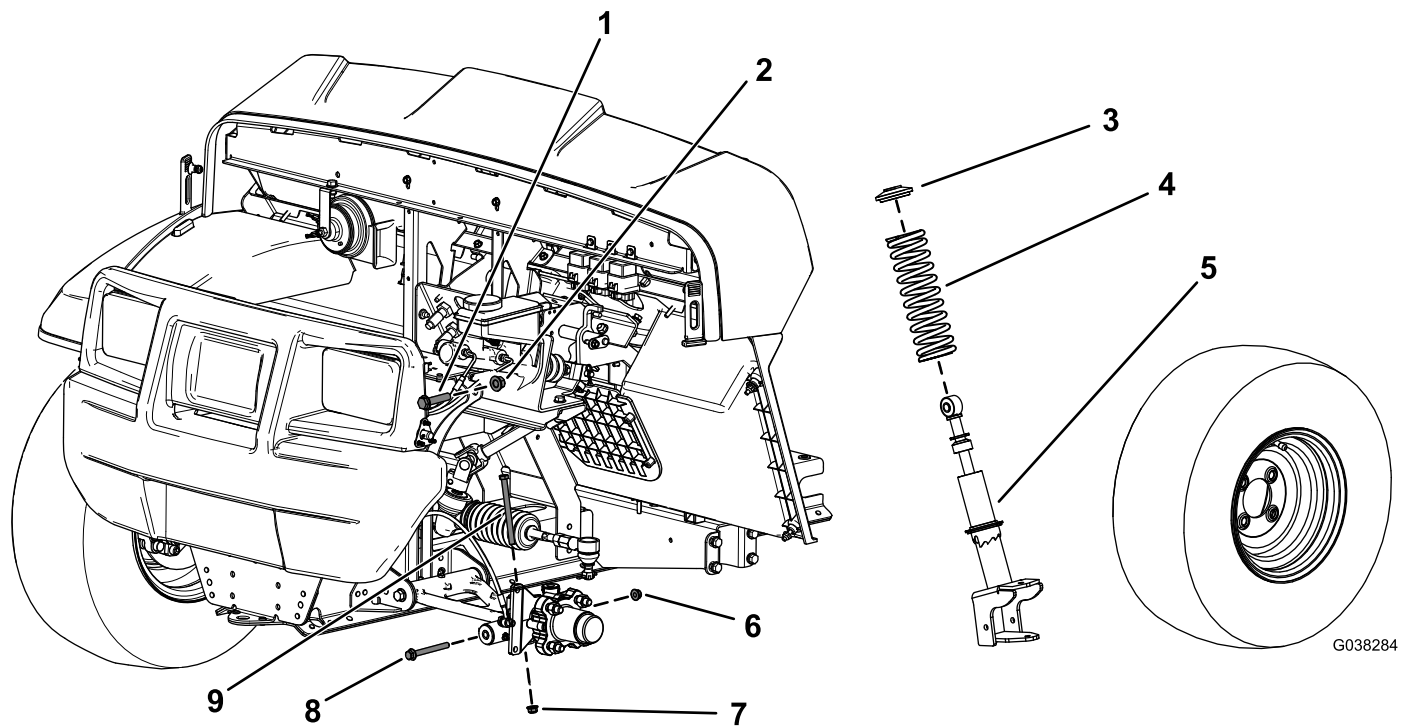

Figura 1
2. Rimuovete il bullone a testa esagonale ($\frac{3}{8}$ " x $4\frac{3}{4}$ ") e il dado flangiato ($\frac{3}{8}$ ") dal fusello (Figura 1).
3. Rimuovete il bullone a testa esagonale ($\frac{3}{8}$ " x $3\frac{1}{2}$ ") e il dado flangiato ($\frac{3}{8}$ ") dal braccio di comando (Figura 1).
4. Rimuovete il bullone a testa esagonale ($\frac{1}{2}$ " x $2\frac{1}{4}$ ") e il dado di bloccaggio ($\frac{1}{2}$ ") che fissa il gruppo del montante al telaio superiore (Figura 1).
5. Rimuovete il gruppo del montante (Figura 1).
3. Rimuovete la molla dal gruppo del montante (Figura 1).
4. Montate la nuova molla sopra il gruppo del montante esistente (Figura 1).
2. Fissate la porzione superiore del gruppo del montante sul telaio con il bullone a testa esagonale superiore ($\frac{1}{2}$ " x $2\frac{1}{4}$ ") e il dado di bloccaggio ($\frac{1}{2}$ ") come illustrato nella Figura 1.
4. Montate il bullone a testa esagonale ($\frac{3}{8}$ " x $4\frac{3}{4}$ ") e il dado flangiato ($\frac{3}{8}$ ") sul fusello (Figura 1).
6. Fissate la porzione inferiore del gruppo del montante sul braccio di comando con il bullone a testa esagonale ($\frac{3}{8}$ " x $3\frac{1}{2}$ ") e il dado flangiato ($\frac{3}{8}$ ") come illustrato nella Figura 1.